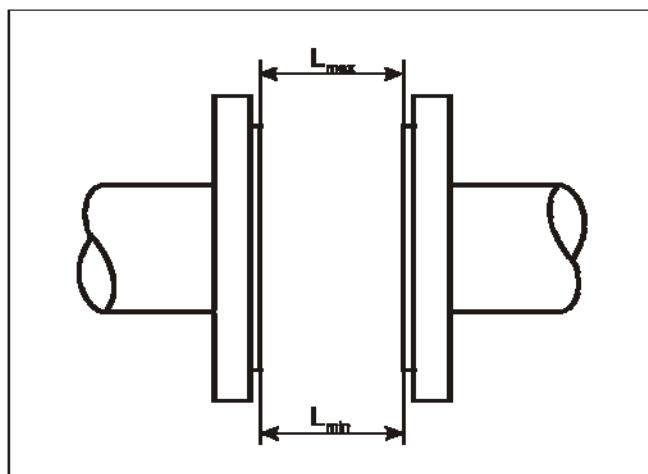

Рисунок 5 — Определение отклонения фланцев трубопровода от параллельности
2.2.2.3 Фланцы трубопроводов должны быть соосны и плоскопараллельны друг другу (рисунок 5), что достигается применением при сварке специального габаритного имитатора датчика расхода.
2.2.2.6 В случае необходимости демонтажа прилегающих прямолинейных участков, при обратном монтаже следует учитывать, что наибольшее допускаемое отклонение ответных фланцев на трубопроводе от параллельности должно определяться из неравенства $L_{max} - L_{min} < 0,5 \text{ мм}$ (рисунок 5).